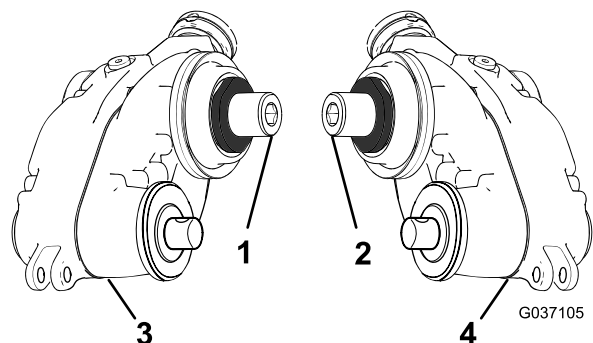

図 6
1. 左用のグルーマ駆動ボックスと右用のグルーマ駆動ボックスを準備する図 6を参照。